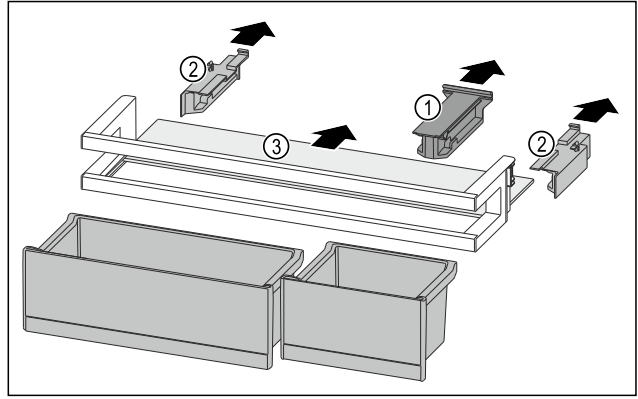

Fig. 85
- Tutma parçasını Fig. 85 (1) çıkartın.
- Kenar parçalarını Fig. 85 (2) çıkartın.
- Raf alanını Fig. 85 (3) çıkarın.